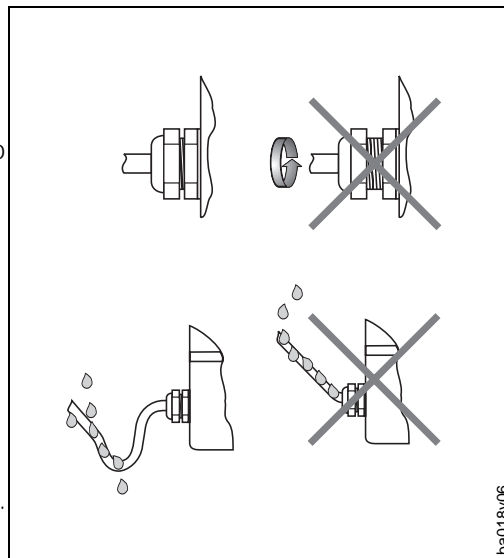

Fig. 5:
- O prensa cabo deve ser firmemente apertado (veja Fig. 5).
- O cabo deve estar curvado para baixo antes do prensa cabo para que a umidade nao possa entrar (veja a Fig. 5).